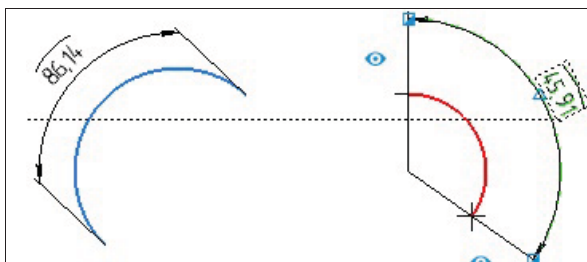

Рис. 12.36. Построение размера дуги
- ◆ задайте ЛК мыши точку **т0** вставки дуги — размер построен. Символ дуги над размерным числом система проставила автоматически (рис. 12.36);